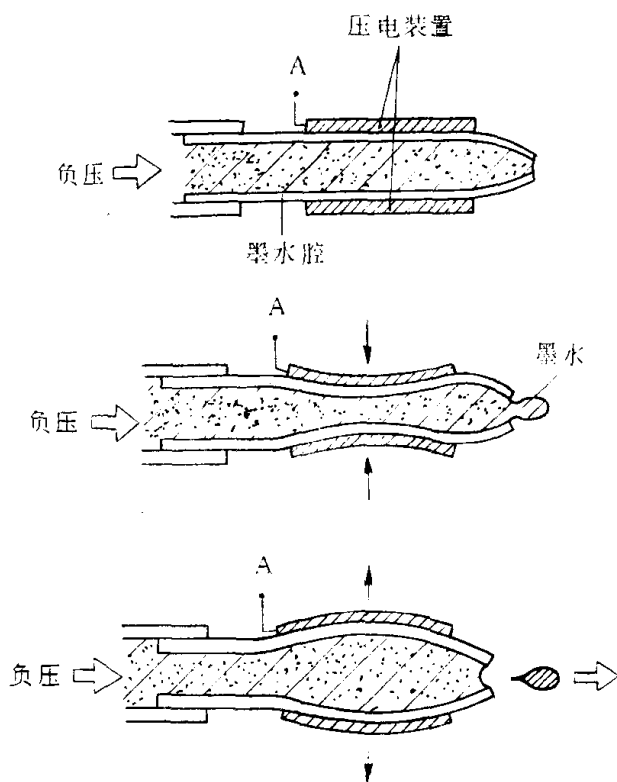

图 1-9 压电式喷墨过程
(1) 压电式喷墨 图 1-9 示出了该种方式打印机的结构和工作原理。图中喷头内装有墨水,在喷头的上、下两侧各有一块压电晶体,压电晶体受打印信号的控制,产生变形,挤压喷头中的墨水,从而控制墨水的喷射。用这种方式工作的打印机体积小,重量轻,噪声低,易于实现彩色打印。